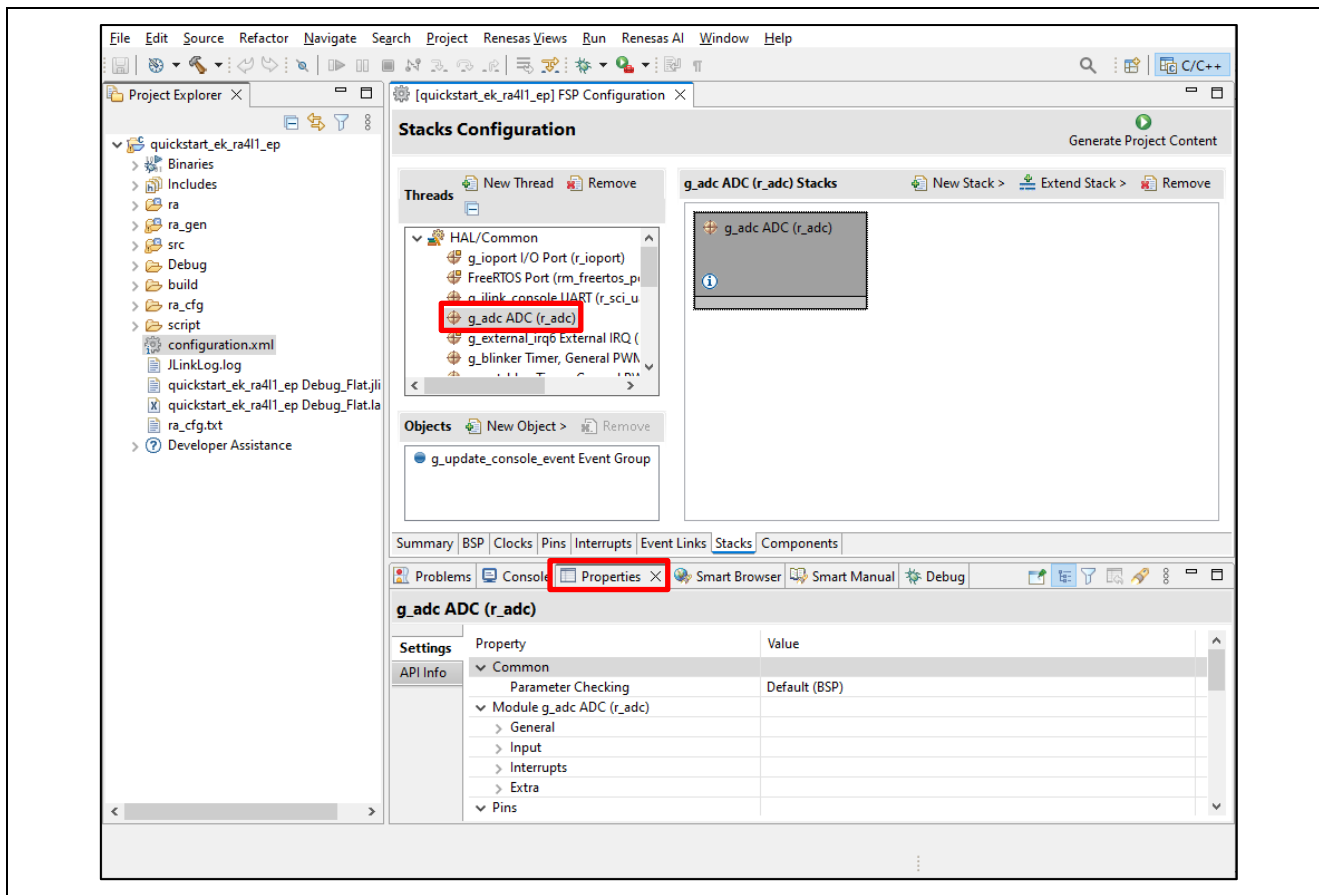

図 28. 構成設定の変更
- たとえば、FSP Configuration ウィンドウの [Stacks] タブで、ユーザはモジュールをクリックして選択し、必要に応じて Properties [プロパティ] タブで構成設定を変更できます。図 28 は、ADC ドライバ設定の変更を示しています。